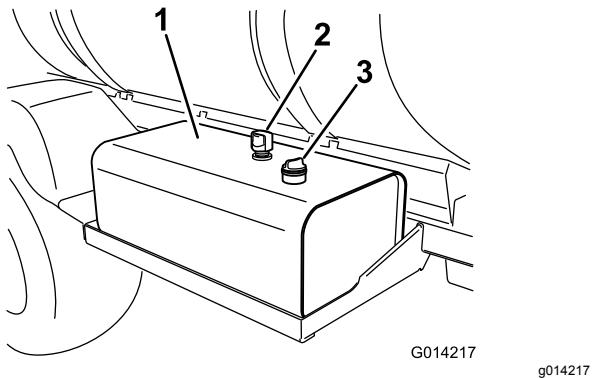

Figure 96
2. Nettoyez la surface autour du bouchon-jauge du réservoir d'huile hydraulique et enlevez-le (Figure 96).